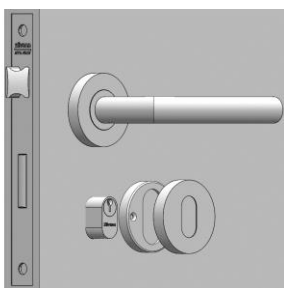

Fig.6
1. Coloque uma chave de fenda pequena entre os suportes (F) e as rosetas (G) na parte interna, e gire **com cuidado** para desencaixá-los. Retire as rosetas (G) e reserve-as;
2. Com a ajuda do gabarito de instalação dos suportes na parte superior da folha, fixe os suportes das rosetas (F) com os parafusos enviado, e em seguida, encaixe as rosetas (G) no suportes por completo (sempre conferir se o rasgo de desmontagem está para baixo – Fig. 6).